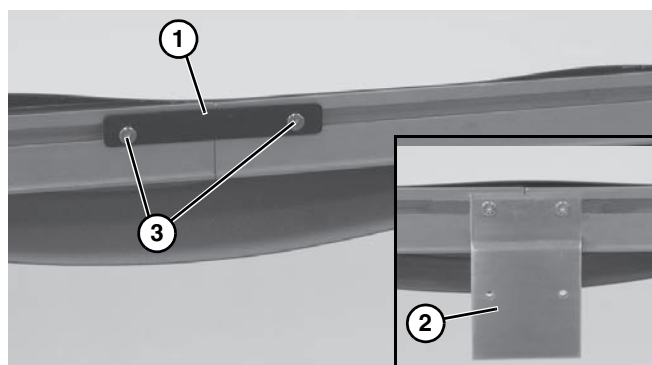

Figure 6
4. Joignez les sections du convoyeur et installez les plaques de connexion du cadre (**Figure 6, item 1**) ou supports de connexion/supports de montage (**Figure 6, item 2**) et vis (**Figure 6, item 3**) sur les deux côtés comme indiqué. Resserrez les vis à une valeur de 7 Nm.